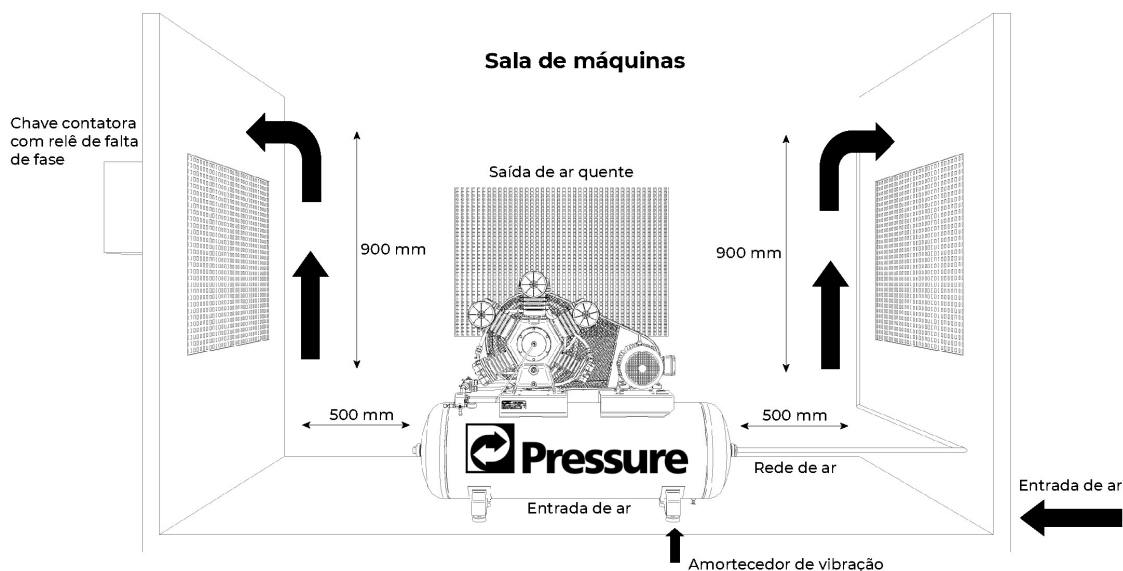

Figura 02 - Instalação
- O compressor deve ser instalado em um pavimento sólido (base de concreto) conforme figura 02, e horizontal de forma que suporte devidamente o peso do equipamento mais o peso do líquido (água) quando do teste hidrostático.
- O reservatório de ar NÃO pode ser chumbado rigidamente ao pavimento, o mesmo deve obrigatoriamente ser instalado com amortecedores de vibração (quando o modelo não acompanha) entre o pé do reservatório e a base de concreto, conforme (figura 02). Estes devem ser adequados para o peso e vibração do produto.
- Respeitar as distâncias mínimas de instalação (figura 02) a fim de garantir uma boa ventilação durante o funcionamento e facilitar o acesso à eventual manutenção e inspeção do produto.
- em uma sala de máquinas de preferência (figura 02), o local deve ser coberto, com boa ventilação, livre de poeira, umidade, produtos químicos ou qualquer outro tipo de poluição. Quando não possível, instalar tubulação de sucção externa de forma que o ar admitido seja o mais limpo possível para uma vida útil longa de seu compressor.